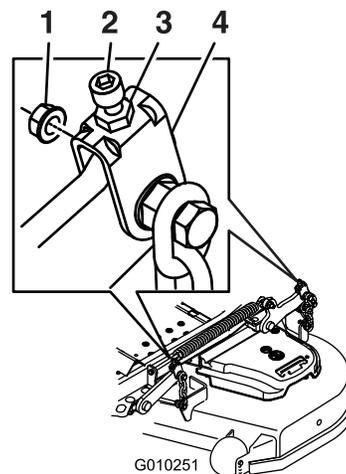

Figura 91
10. Si es necesario, afloje la contratuerca con arandela prensada del lateral de la horquilla y la contratuerca de la parte superior. Gire el tornillo de ajuste hasta obtener una altura de 7.6 mm (3") (Figura 91).
16. Gire el tornillo de ajuste hasta obtener una altura de 8.3 mm (3 1/4") (Figura 91).